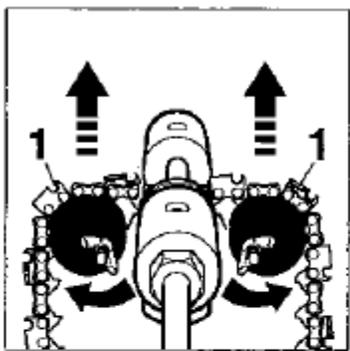

fig. 2
1- Passe a corrente pelos 2 suportes de plástico (1) (fig.2).
Ajuste a altura da corrente rodando os 2 suportes (1) de forma adequada (fig.2).